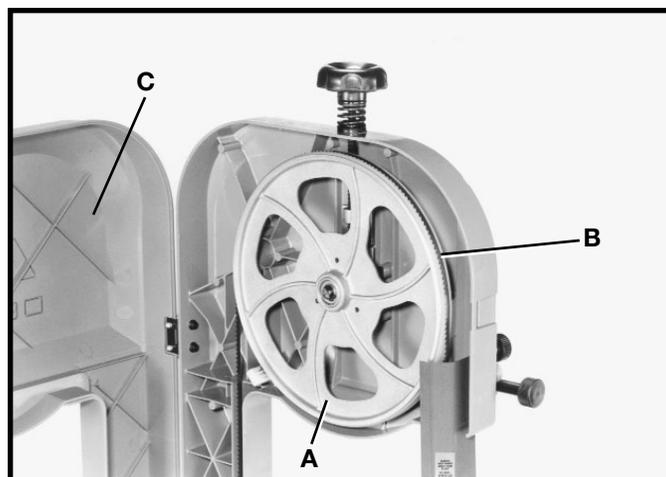

Fig. 20
3. Ouvrez le carter monté sur charnières (C) fig. 20.
4. Tournez à la main et dans le sens horaire le volant supérieur (A) fig. 20, et vérifiez si la lame (B) reste bien au centre des deux volants.